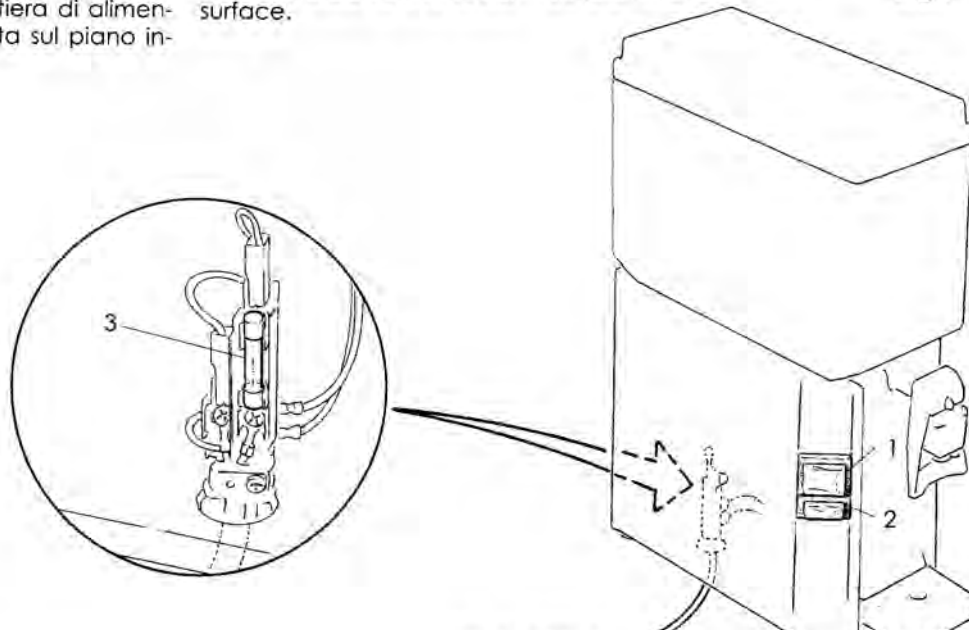

Fig. 3 - Abb. 3
-**Interrupteur général**: (1, figure 3) (avec témoin lumineux) : activation groupe frigorifique et préparation au fonctionnement groupes pelles ;
-**Interrupteur/s unipolaire/s** : (2, fig. 3) : activation groupes pelles ;
-**Dispositif de protection**: (3, fig. 3) : fusible inséré dans le bornier d'alimentation fixé au plan inférieur.
-**Hauptschalter**: (1, Abb.3) (mit eingebautem Leucht-melder): Anschaltung der Kühleinheit und Voreinstellung für den Betrieb der Schaufel vorrichtung.
-**Schalter/1 einpolig** (2, Abb.3): Betätigung der Schaufeln vorrichtung.
-**Schutzvorrichtung**: (3, Abb.3) Eine Sicherung im Speise-kabel und an der unteren Tragstruktur befestigt.
-**Interruttore generale**: (1, fig. 3) (con segnalatore luminoso incorporato): attivazione equipaggiamento frigorifero e predisposizione al funzionamento dell'agitatore a pale.
-**Interruttore/i unipolare**: (2, fig. 3) attivazione agitatore a pale.
-**Dispositivo di protezione**: (3, fig. 3) fusibile, incorporato nella morsettiere di alimentazione fissata sul piano inferiore.
In caso di malfunzionamento dell'apparecchio disinserire l'interruttore generale, scollegare la spina dalla rete di alimentazione e verificare l'integrità del fusibile (fig. 3).
En cas de mauvais fonctionnement de l'appareil débrancher l'interrupteur général, la fiche d'alimentation et vérifier le fusible (fig. 3).
Wenn Störungen auftreten, Hauptschalter abschalten, gelbe Steckdose hierausziehen. Wartung durch qualifiziertem und autorisiertem Personal zur Überprüfung der Sicherung im Speisekabel (abb. 3)